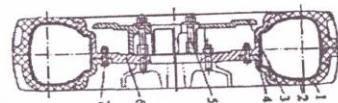

Рис. 3.25. Заднее колесо со сборным ободом обода.
Перед затягиванием болтов, гаек на ведущем колесе и съемном балласте, сначала спустите воздух, чтобы улучшить тяговые характеристики. Балласт должен быть установлен на обоих колесах для улучшения сцепления (рис. 3.25.).
Когда контрольный клапан находится в положении спускания (рис. с), обратный канал (G), канал цилиндра (F), масляный канал цилиндра созданы. Масло из цилиндра поступает в камеру (H), канал (I) под действием веса орудия, масло возвращается в масляный блок вместе с маслом из масляного насоса. Орудие опускается. Масляная камера (H) и (K) может соединить масляные каналы и баланс гидравлического давления радиальным направлением. Особое отверстие (J) (рис. 3.25), в контрольном клапане используется для предотвращения вытекания масла под действием осевой силы.